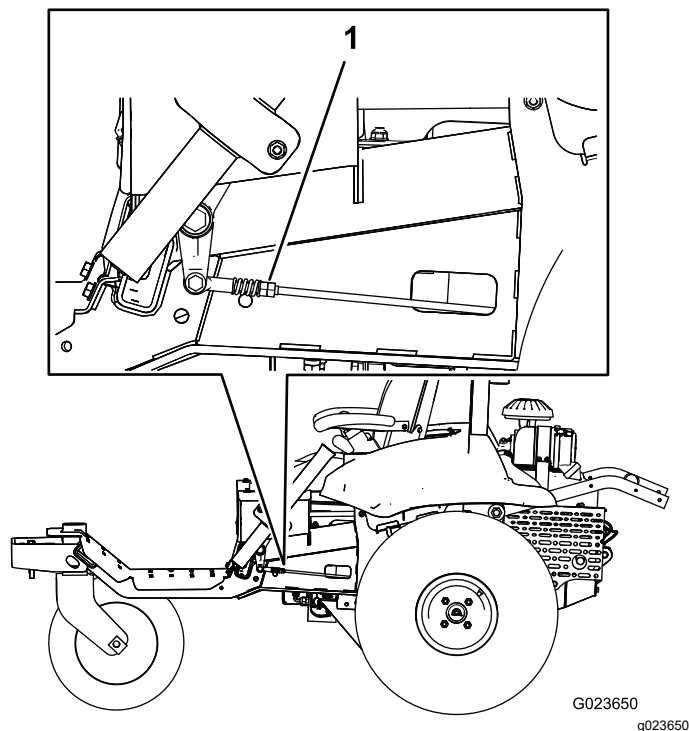

Figura 60
7. En un lado de la máquina, gire lentamente las tuercas dobles del acoplamiento (Figura 60) hasta que la rueda de ese lado empiece a girar, luego gire las tuercas en el sentido contrario hasta que la rueda gira en el sentido contrario.